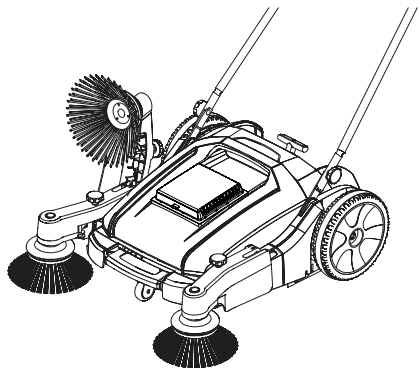

Fig. 7 – Regulagem das escovas laterais na posição vertical
- f. Em piso com muita poeira ou quando a varredeira não estiver em uso, mantenha as escovas laterais (3) e (6) na posição vertical, conforme Fig. 7.